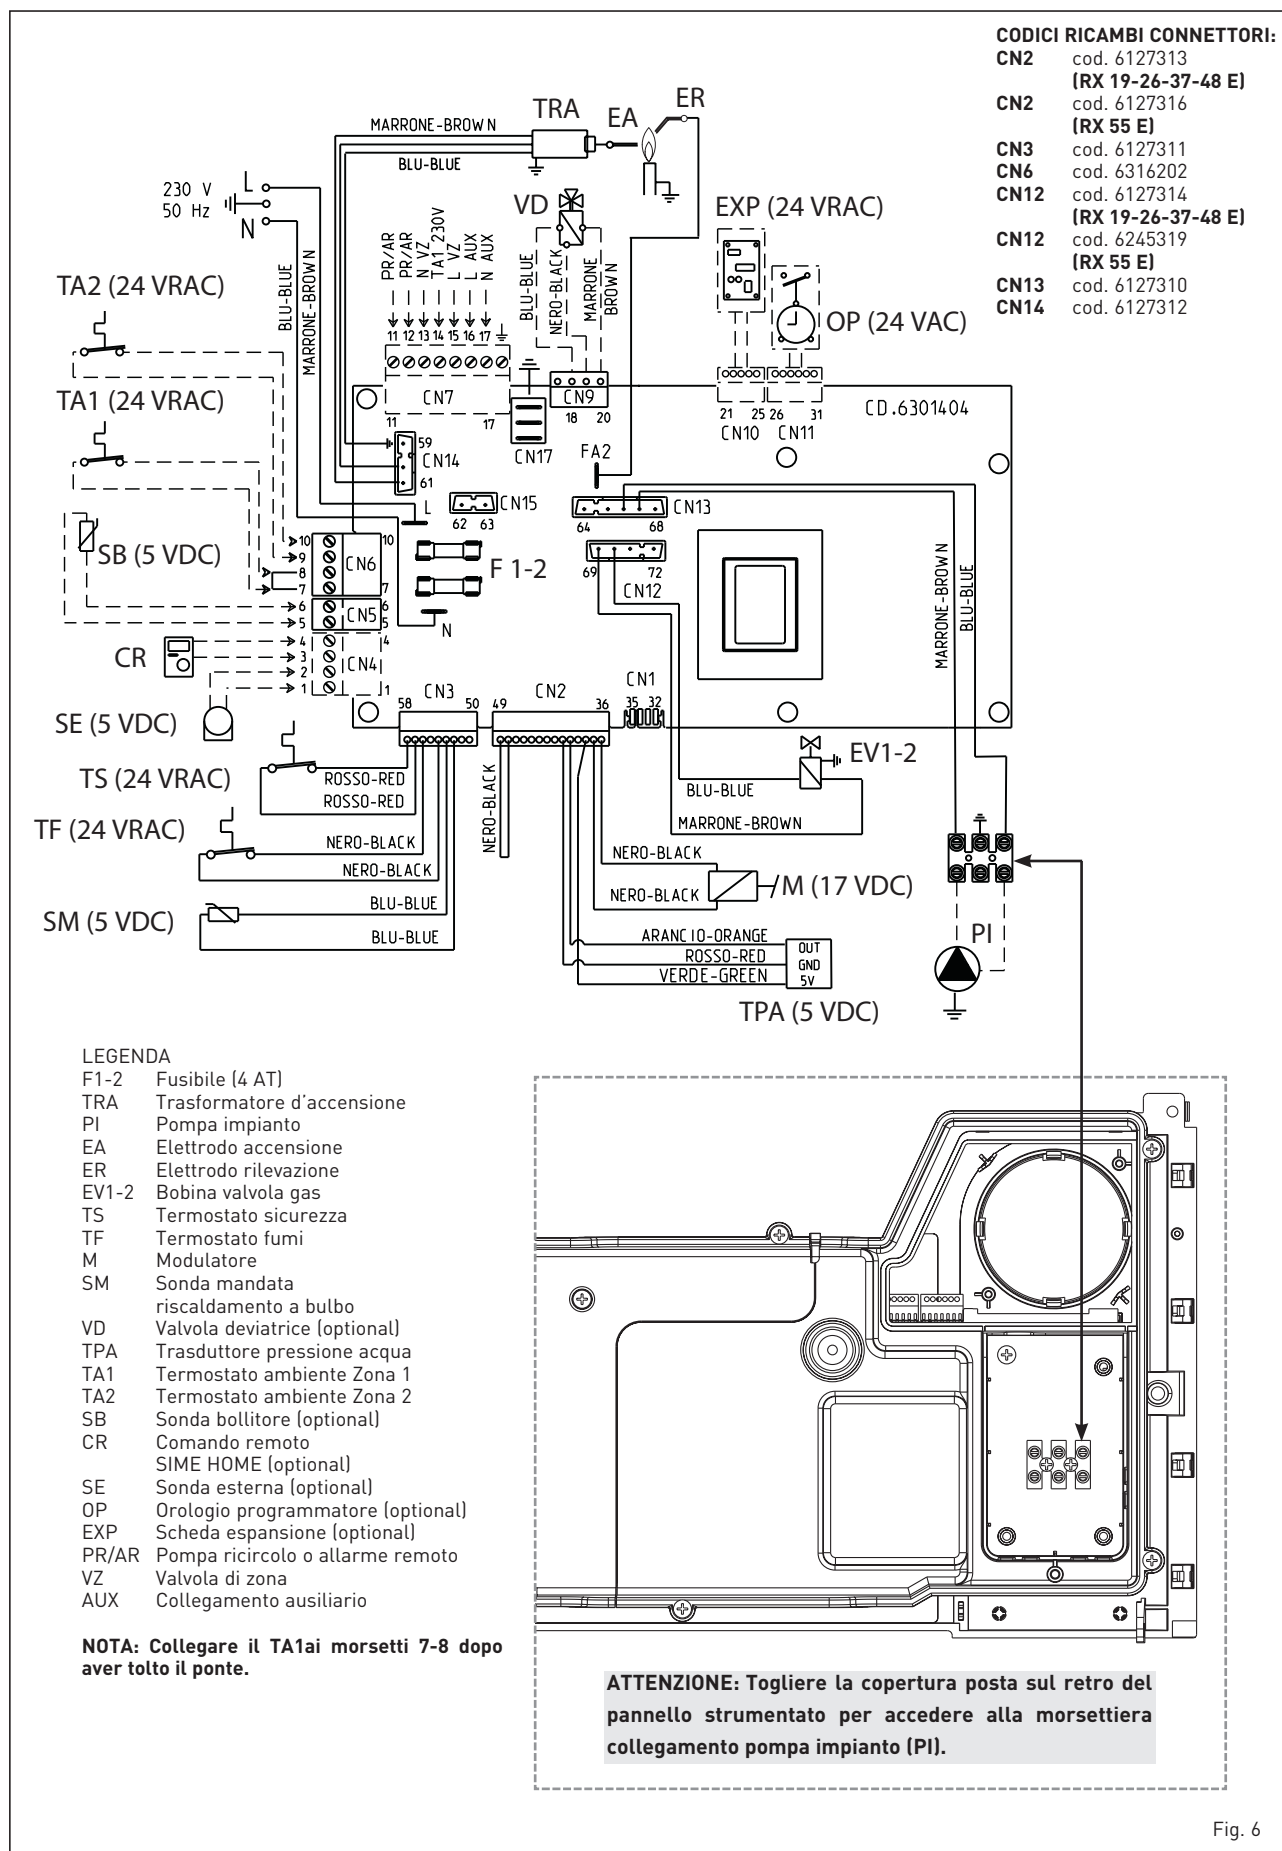

Fig. 6
Di seguito riportiamo alcuni esempi di impianti e gli abbinamenti con diversi dispositivi elettronici. Dove è necessario sono riportati i parametri da impostare in caldaia. Le connessioni elettriche alla caldaia richiamano la dicitura riportata negli schemi (fig. 6).
2.12 SCHEMA ELETTRICO (fig. 6)